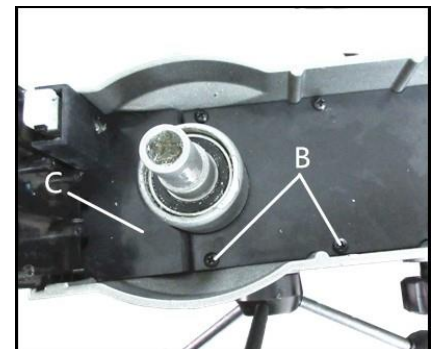

Fig 12
- (ii) Retirer les deux vis de fixation (B, Fig 12) et le couvercle cache-poussière (C, Fig 12).